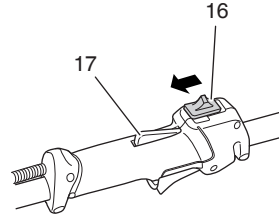

Fig. 13
1. Ajuste la llave de ignición (16) hacia adelante de la posición de parada. (Fig. 13)